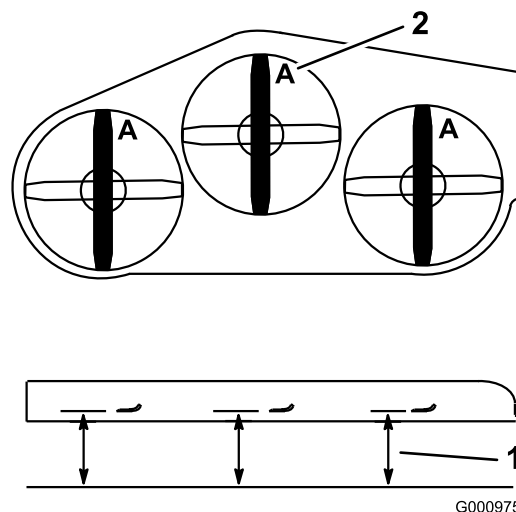

Figure 113
2. Mesurez la distance entre la surface plane et le tranchant (position A) des lames (Figure 113).